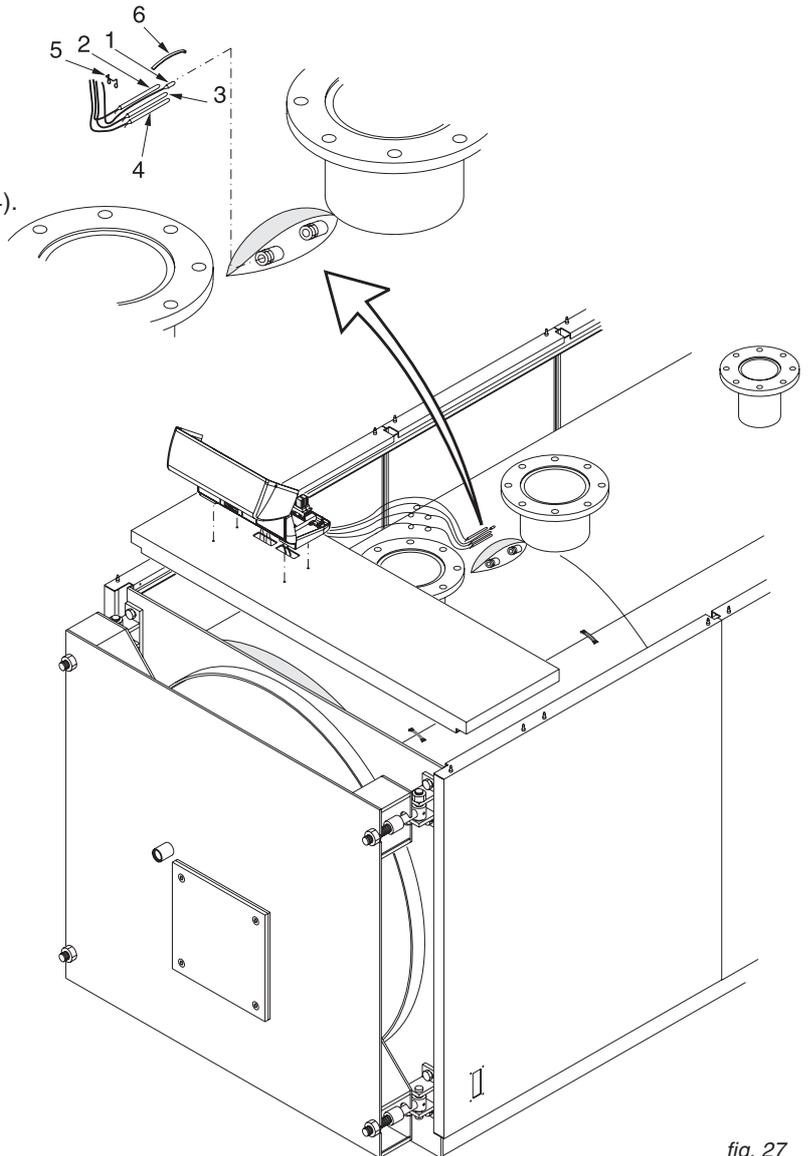

fig. 27
F) Inserire nelle guaine i bulbi degli strumenti come indicato in fig. 27 ed eseguire il collegamento elettrico del pannello comandi alla linea di alimentazione, al bruciatore ed alle eventuali pompe, etc.
- E) Inserire nelle guaine i bulbi degli strumenti come indicato in fig. 27 ed eseguire il collegamento elettrico del pannello comandi alla linea di alimentazione, al bruciatore ed alle eventuali pompe, etc.
E) Inserire nelle guaine i bulbi degli strumenti come indicato in fig. 27 ed eseguire il collegamento elettrico del pannello comandi alla linea di alimentazione, al bruciatore ed alle eventuali pompe, etc.
Inserire nella sequenza seguente le sonde degli strumenti nel/i pozzetto/i sul lato superiore della caldaia (Rif. fig. 27): del termometro (pos.1), del termostato di esercizio (pos. 2), del termostato di sicurezza (pos. 3), del termostato di minima (pos. 4). Si raccomanda di inserire le sonde fino in fondo ai relativi pozzetti per migliorarne il contatto. Inserire quindi la molla ad arco (pos. 6) e bloccare i capillari con la/e molletta/e (pos. 5).